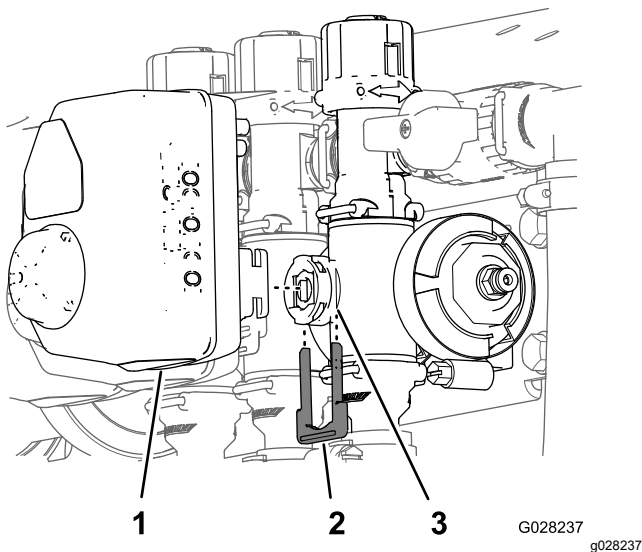

Bild 9
1. Entfernen Sie den Halter, mit dem der Aktuator am Verteilerventil für das Abschnittventil oder das Rührwerkventil befestigt ist (**Bild 9**).